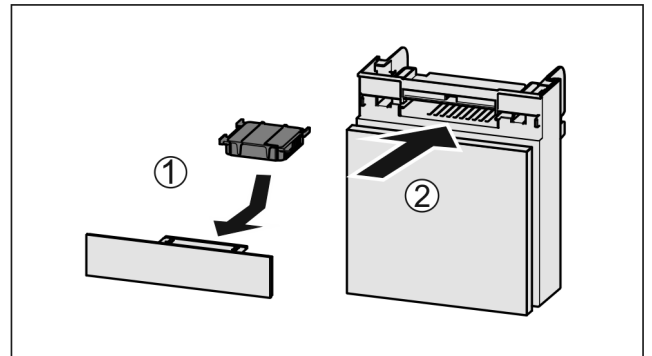

Fig. 73
- ▶ Insérer le filtre à charbon actif d'après le schéma Fig. 73 (1).
- ▶ Insérer le compartiment Fig. 73 (2).